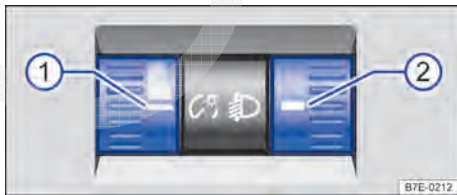

Fig. 73 Ao lado do volante: regulador da iluminação dos instrumentos e interruptores ① assim como regulagem de alcance do farol ②.
① Iluminação dos instrumentos e dos interruptores
Com a luz ligada, a luminosidade dos instrumentos e dos interruptores pode ser regulada sem escalonamento girando-se o regulador ⇒ Fig. 73 ①. ▶
② Regulagem de alcance do farol